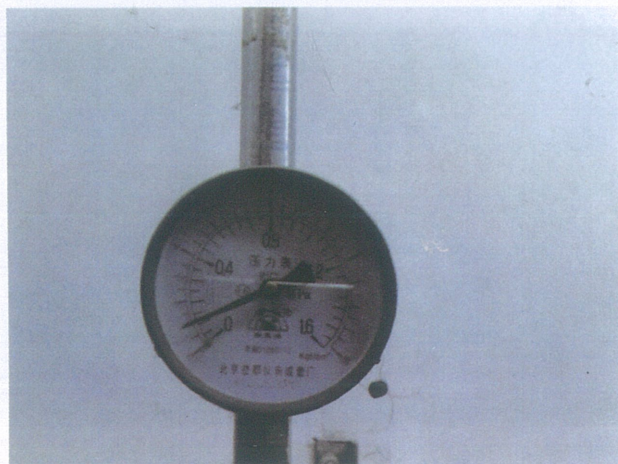

图10-25 读取压力表数值
(2) 开启末端试水装置, 出水压力不应低于0.05 MPa。水流指示器、报警阀、压力开关应动作。开启末端试水装置后5min内, 自动启动消防水泵。如图10-25所示, 压力表的指针在0.1MPa, 符合要求。